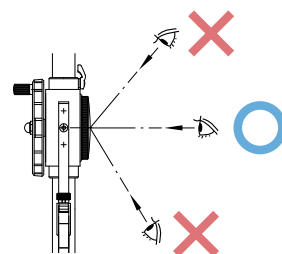

Fig. 2
1. Lea las graduaciones del indicador directamente desde el frente para evitar el error de paralaje. (**Fig. 2**)